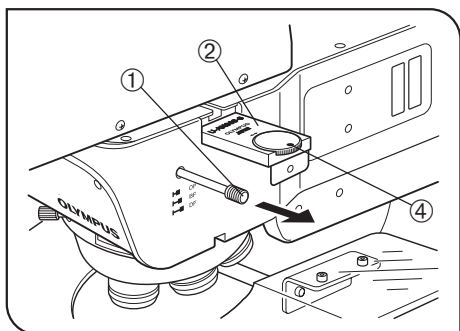
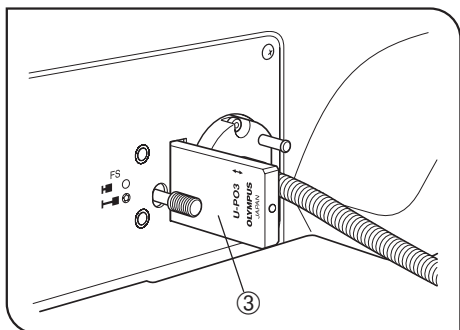

Abb. 33
Abb. 34
(Abb. 33 & 34)
1. Den Polarisator U-PO3 ③ (Abb. 34) einschieben, um ihn in den Strahlengang einzuschwenken.
2. Wenn im ersten Schritt (s. o.) der Strahlengang (OP) gewählt wurde, sind die folgenden Schritte nicht notwendig.
3. Den Analysator U-AN360-3 ② (Abb. 33) in den Strahlengang einschwenken.
4. Das Analysator-Einstellrad ④ (Abb. 33) drehen, bis das Sehfeld am dunkelsten erscheint.